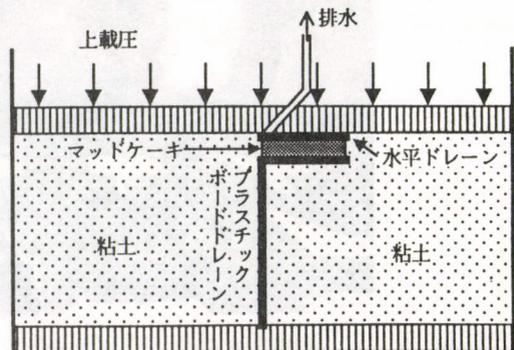
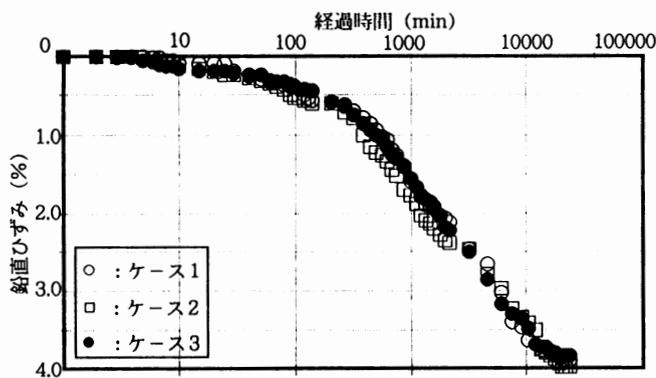
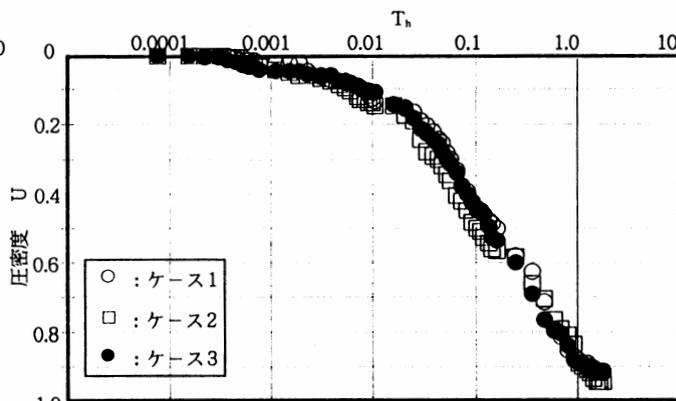

図4 実験II装置概略図
図5 ひずみ～経過時間の関係
図6 圧密度～経過係数の関係
図4に示す実験装置を使って、マッドケーキの無い場合(ケース1)、マッドケーキ0.44mm厚の場合(ケース2)、③マッドケーキ0.88mm厚の場合(ケース3)、の3ケースを想定して、大型圧密試験を行った。その結果、図5、図6に示すように3ケースともほとんど圧密沈下傾向に相違は認められず、マッドケーキが形成されたとしても圧密進行には影響が無いものと考えられる。